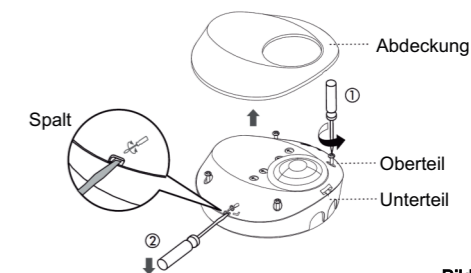

Bild 8
3.4.1.2 Schrauben sie die vier Schrauben auf dem Oberteil auf und trennen Sie es vom Unterteil. (Siehe Bild 8)